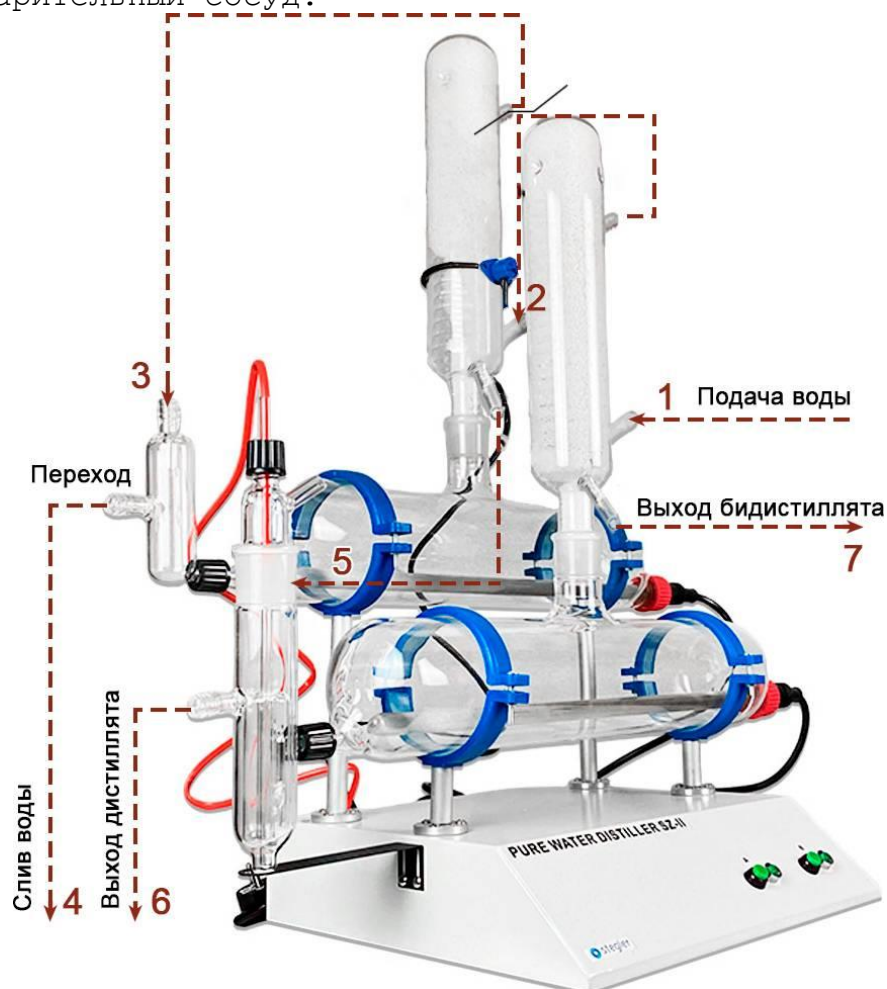

Рисунок 4 – схема подключения резиновых трубок подачи и отвода воды
12. Соберите с помощью резиновых трубок схему подачи и отвода воды (рис.4). Подача охлаждающей воды осуществляется в направлении встречном движению выходного дистиллята. К нижнему штуцеру холодильника контура подсоединить подачу проточной воды, 1 (рис. 4). Верхний штуцер холодильника контура В соединить с нижним штуцером холодильника контура А, 2 (рис. 4). Верхний штуцер холодильника контура А соединить верхним штуцером перехода, 3 (рис. 4). Через переход идет наполнение испарительной колбы контура А. Нижний штуцер перехода подсоединить к канализации для слива охлаждающей воды, 4 (рис. 4). Дистиллированную воду через штуцер выхода холодильника соединить с верхним штуцером сосуда с поплавок-камерой, 5 (рис. 4). Через отвод этого сосуда происходит наполнение испарительного сосуда контура В дистиллированной водой для последующей перегонки. Через
нижний штуцер сосуда с поплавковой камерой происходит, в случае надобности, слив лишней воды, 6 (рис. 4). Внимание! Не соединять вместе сливы 4 и 6 (рис. 4) во избежание попадания проточной, не дистиллированной, в контур В. Следите за тем, чтобы не было перегибов шлангов, препятствующих свободному потоку воды. Выход бидистиллированной воды происходит через нижний отвод холодильника контура В, 7 (рис. 4).